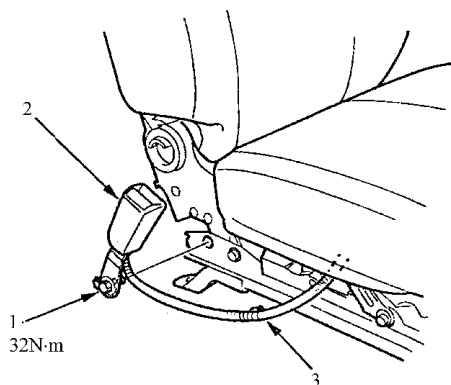

图 11-7 拆卸安全带扣
3) 如果安装了座椅安全带搭扣开关装置，如图 11-7 所示，拆开安全带开关插接器和线束夹。
4) 如图 11-7 所示，拆卸中间固定装置螺栓，然后，拆卸安全带搭扣。